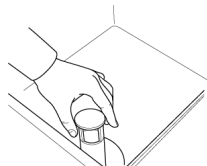

Abb. 26
- Öffnen Sie die Tür und überprüfen Sie, ob sich alle internen Bestandteile, einschließlich des Überlaufs, an den dafür vorgesehenen Orten befinden. (Abb. 26)